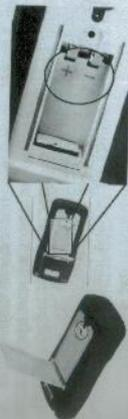

Рис. 5.1.1. Задняя крышка и батарейный отсек
1. Откройте откидную подставку и найдите винты, которые крепят крышку батарейного отсека (см. рис. 5.1.1). Открутите винты отверткой и снимите крышку.